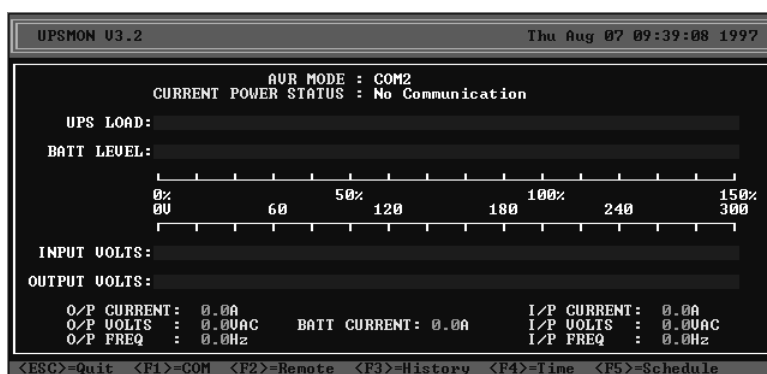

Abbildung 8: UPSMON für MS-DOS
2. Geben Sie [UPSMON] ein, und drücken Sie die **<Eingabetaste>**. Der in Abbildung 8 dargestellte Bildschirm wird angezeigt.